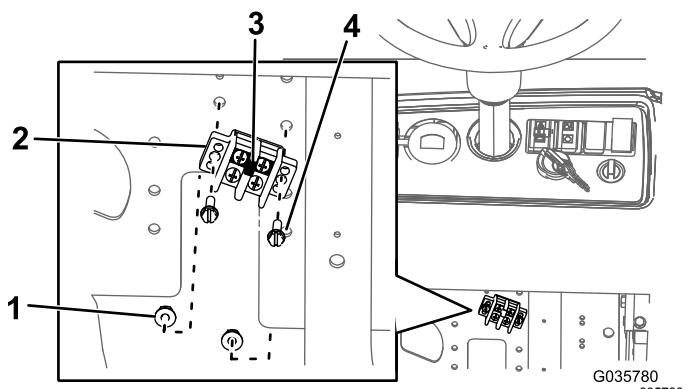

Figure 14
- A. Installez la bride de connexion sur le bloc de mise à la masse (Figure 14).
- B. Fixez le bloc de mise à la masse sur la plaque de montage à l'aide de 2 boulons (n° 10 x $\frac{3}{4}$ ") et 2 écrous (n° 10), comme montré à la Figure 14.